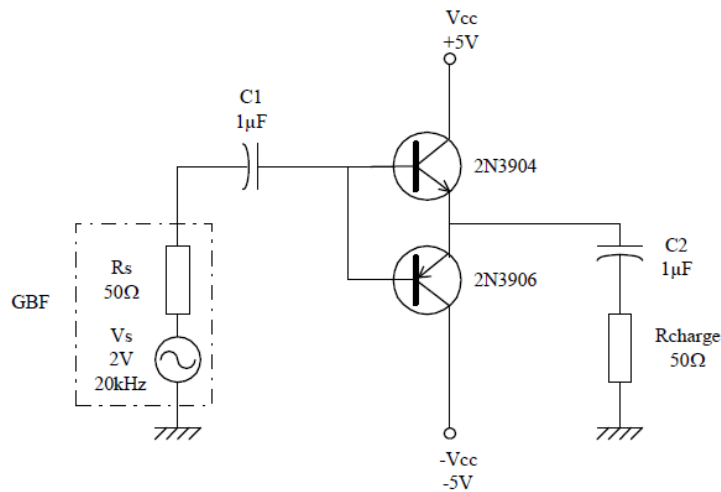

Figure 2.
- Réaliser l'amplificateur de classe B de la figure 2 et mettez en évidence le principal inconvénient de ce type d'amplificateur (la distorsion de croisement). Expliquez le phénomène.